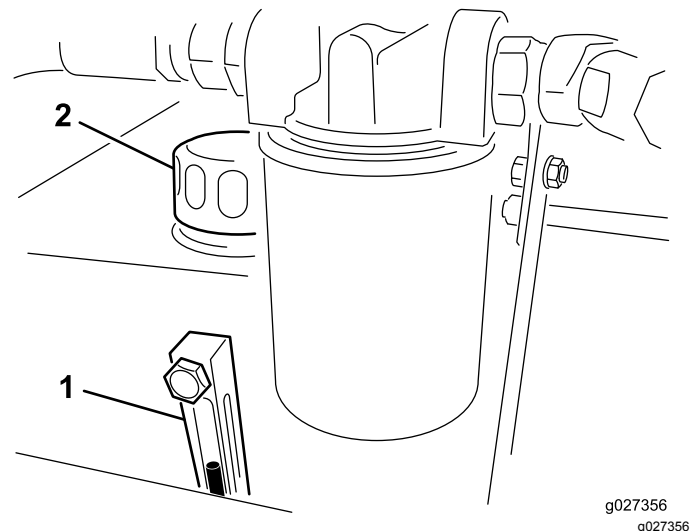

Figura 4
2. Verificate il livello del fluido controllando la spia di livello (Figura 4). Se il fluido raggiunge la metà della spia, il livello è sufficiente.